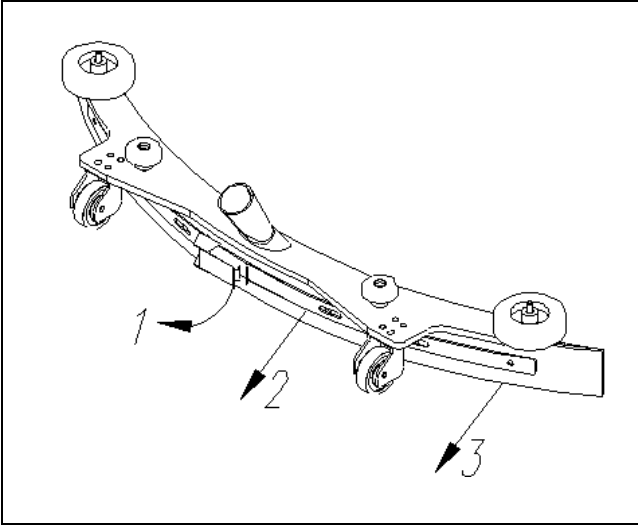

Fig. 10
1. Despegar la boquilla de aspiración de la máquina desatornillando las palomillas verticales (Fig. 10)